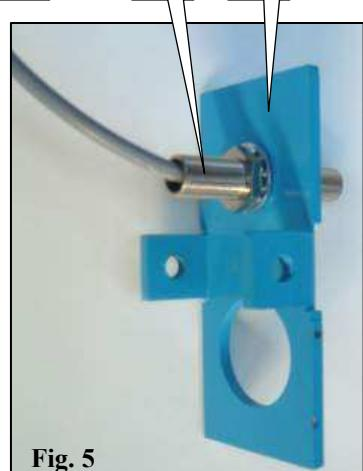
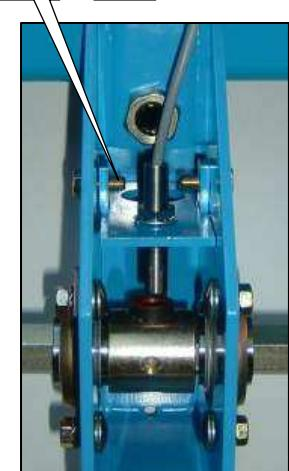

Fig. 5
Fig. 6
-**Sur NC et NG+, positionner le capteur C sur la tôle G (fig. 5). Monter la tôle G dans la boîte à capteur à l'aide des deux vis H (fig. 6).**
-**On NC and NG+ seeders**, position sensor C on metal plate G (fig. 5). Mount metal plate G in the sensor unit using the two screws H (fig. 6).
- Bei NC- und NG+-Sämaschinen: Positionieren Sie den Sensor C auf dem Blech G (Abb. 5). Montieren Sie mit Hilfe der beiden Schrauben H (Abb. 6) das Blech G in das Sensorgehäuse.